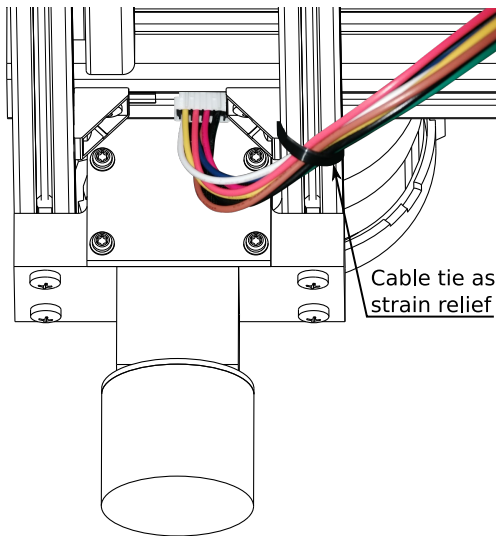

Abbildung 36: Ein Kabelbinder befestigt das Kabel fest in der Nähe seines Steckers. Das Kabel ist fixiert, was den Verschleiß am Stecker reduziert.
**Es ist absolut entscheidend, jedes Kabel an einem soliden Befestigungspunkt nahe seinem Stecker anzubringen.** Ein gutes Beispiel ist die Verwendung von Kabelbindern, die um ein Aluminiumprofil gewickelt sind. Siehe Abbildung 36 unten.
- am Molex-Kabel, wo es an die Aktuatoren anschließt (siehe Abbildung 36,)